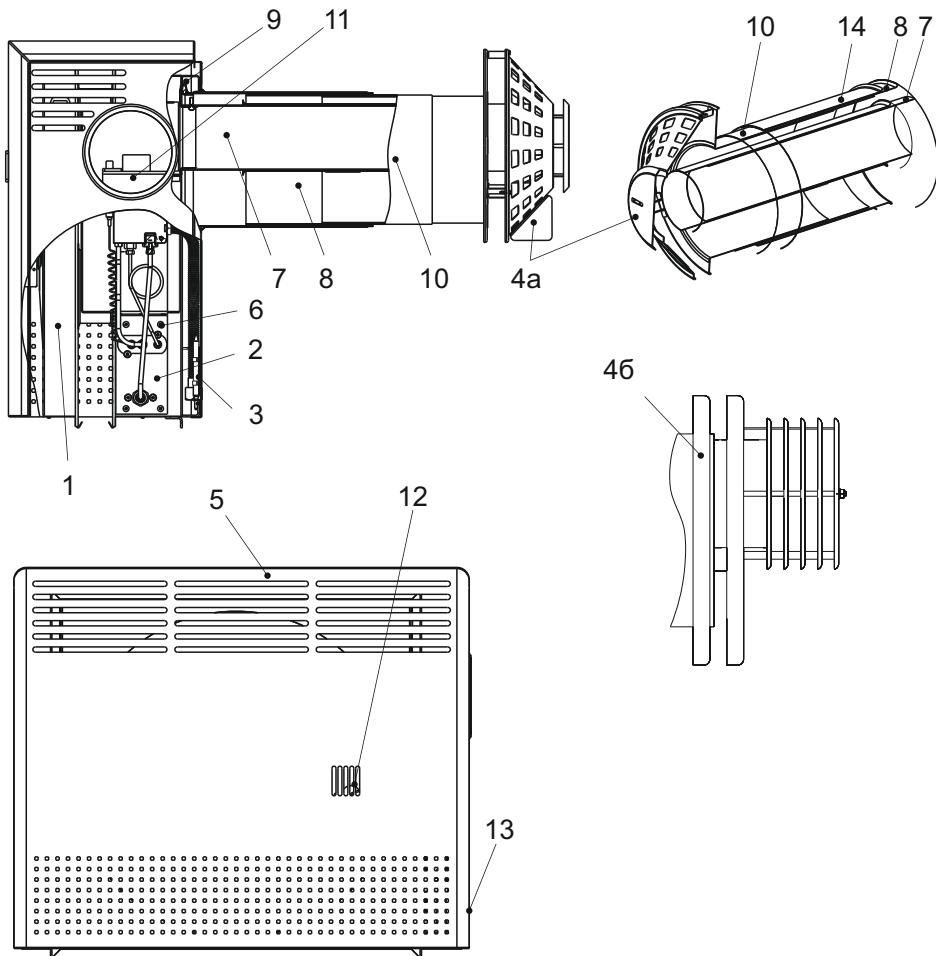

Рис. 1. Будова конвектора
**5.1.** Конвектор (рис.1) складається з таких основних частин: корпуса із герметичною камерою згорання, димоповітряного блоку, пристрою газопальника, облицювання. Для забезпечення герметичності топки конвектора між корпусом і димарем, пристроєм газопальника, встановлені прокладки з базальтового картону.